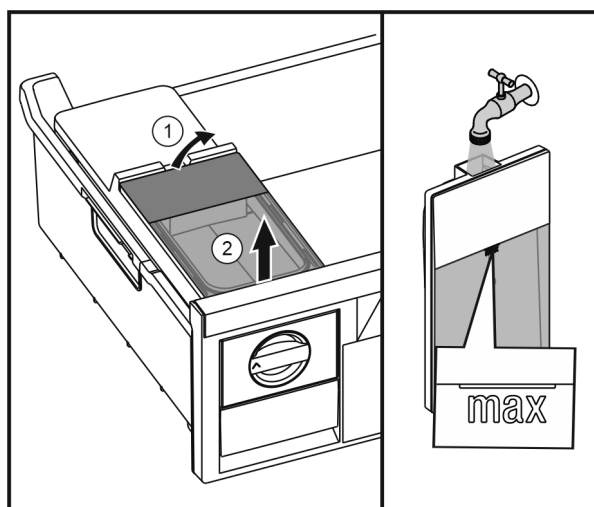

Fig. 31
- ▶ Ridicați rezervorul de apă din spate Fig. 31 (1) și scoateți-l în sus Fig. 31 (2).